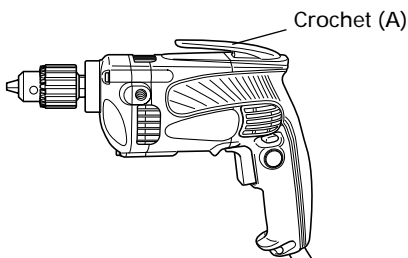

Fig. 13
11. Fixation du crochet (accessoire en option) (Fig. 13)